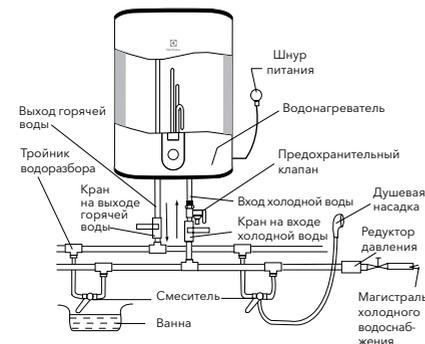

Рис. 4.
4. Если необходимо реализовать многоканальную систему водоснабжения, используйте способ соединения (см. рис. 4).